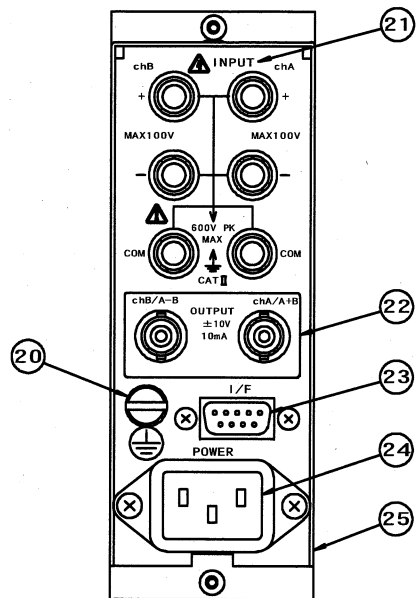

図3 背面パネル
⑭, ⑱	GAIN (利得切換スイッチ 及び表示LED)	アンプの利得設定は、点灯中のLEDの右側の倍率表示値となっており、 $\times 0.1$, $\times 0.2$, $\times 0.5$, $\times 1$, $\times 2$, $\times 5$, $\times 10$, $\times 20$, $\times 50$, $\times 100$ の10段階に切り換えられます。上矢印スイッチを押すと利得は高くなり、下矢印スイッチを押すと低くなります。
⑮, ⑲	LPF (ローパスフィルタ切換 スイッチ及び表示LED)	このスイッチで本器の出力フィルタを切り換えます。本器のフィルタは2ポールベッセル形(降下特性-12dB/oct)となっています。カットオフ周波数は10, 100, 1kHzです。W/B時は(10kHz+1, -3dB)となります。
⑯	CAL (校正値印加スイッチ 及び表示LED)	このスイッチを押すと、ON表示LEDが点灯し校正値が印加されます。もう一度押すとLEDは消灯し印加されなくなります。出力は+2Vにそれぞれ③, ⑧VARで設定されている利得を乗じた値になります(VAR左一杯時は+2V)。CAL電圧は信号に重畳されますので測定中はOFFにしてください。
2.2 背面パネル各部の名称と機能 (図3参照)